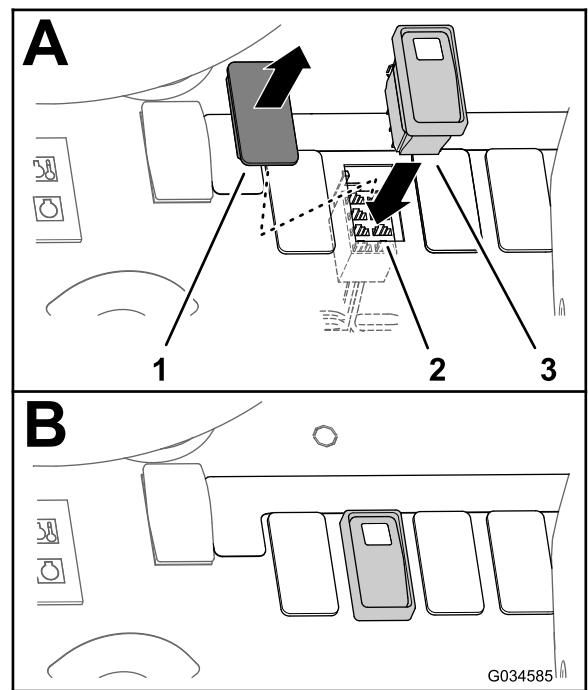
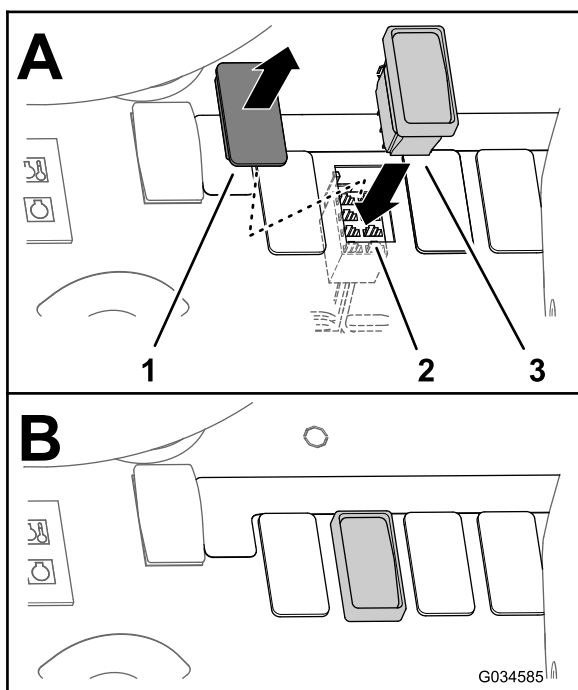

Figure 29
Figure 30
1. Retirez l'obturateur qui occupe l'emplacement de l'interrupteur du réservoir de rinçage sur le tableau de bord (Figure 29 ou Figure 30).
3. Amenez le connecteur à 8 douilles jusqu'au trou ouvert dans le tableau de bord (Figure 29 ou Figure 30).
4. Branchez le commutateur à 3 positions au connecteur à 8 douilles dans le tableau de bord (Figure 29 ou Figure 30).
5. Insérez le commutateur à 3 positions dans l'ouverture du tableau de bord jusqu'à ce qu'il s'enclenche solidement dedans (Figure 29 et Figure 30).